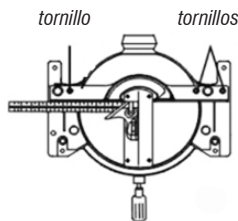

Fig. 12 – Regulación de la escuadra
4. Con auxilio de una escuadra de 90°, verifique si la cuchilla está en escuadra (fig. 12);
- Si la máquina no está en escuadra, suelte los tornillos de la escuadra (fig. 12) y deslice hasta obtener 90° entre la escuadra y la cuchilla.